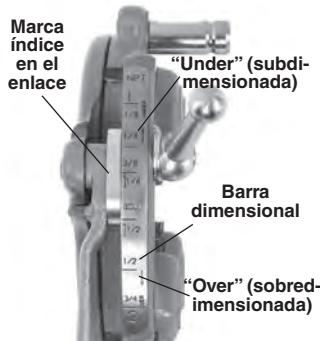

Figura 9 – Ajuste del tamaño de la rosca
3. Empiece con la marca índice de la conexión alineada con la marca del tamaño deseado en la barra dimensional. Si se trata de cabezales mono o para pernos, fije la marca del enlace para alinearla con la línea en la barra dimensional. Para roscar pernos con un cabezal de terrajas universales, coloque todas las terrajas para pernos alineadas con la línea BOLT (perno) en la barra dimensional (Figura 9).